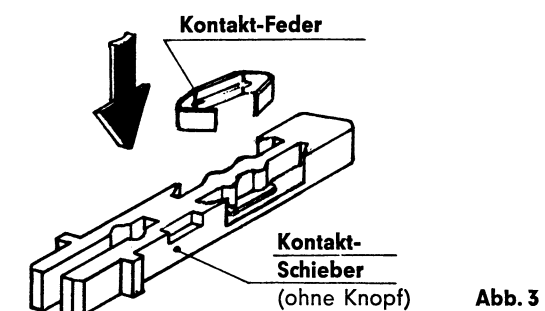

Abb. 3
- 5) **Das Wiedereinsetzen** (nach Abb. 3) geschieht so, daß zunächst die Kontaktfedern von oben in die entsprechenden Aussparungen des Kontaktschiebers eingesetzt werden.